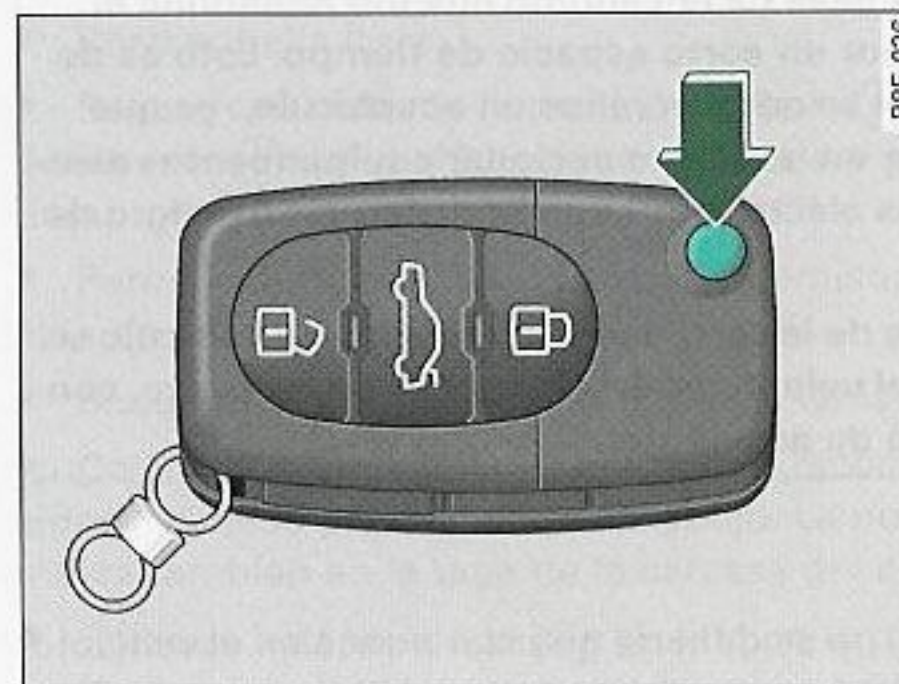

Fig. 42 Llave principal (llave desplegable con control remoto)
- Pulse el botón de desbloqueo para desplegar o plegar la llave ⇒ fig. 42 -flecha-.